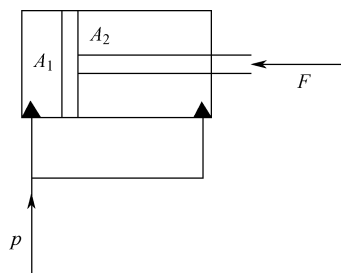

图 1-2-8
6. 如图 1-2-8 所示的液压缸，输入流量为  $q_v = 4.2 \times 10^{-4} \text{m}^3/\text{s}$ ，输入压力为  $p = 2.0 \text{MPa}$ ，液压缸无杆腔的有效作用面积  $A_1$  为  $0.008 \text{m}^2$ ，有杆腔的有效作用面积  $A_2$  为  $0.005 \text{m}^2$ ，求活塞的运动速度  $v$ 、无杆腔流量  $q_{v1}$ 、有杆腔流量  $q_{v2}$  和负载  $F$ 。